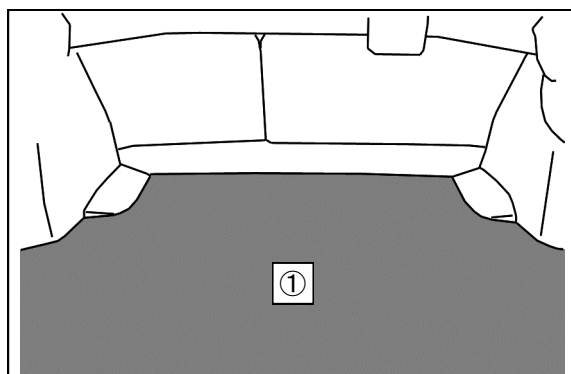

図3-1
を取外してください。(図3-1)
5. ①ラゲッジフロアマットを車両に取付けてください。（図3-1）
本製品は、フロントサスペンションASSYがストラットタイプ、リアサスペンションASSYが標準タイプとなっています。リアの減衰力調整は、トランク内装（図3-1）を取外し、減衰力調整ダイヤル（同梱品）を使用して行ってください。